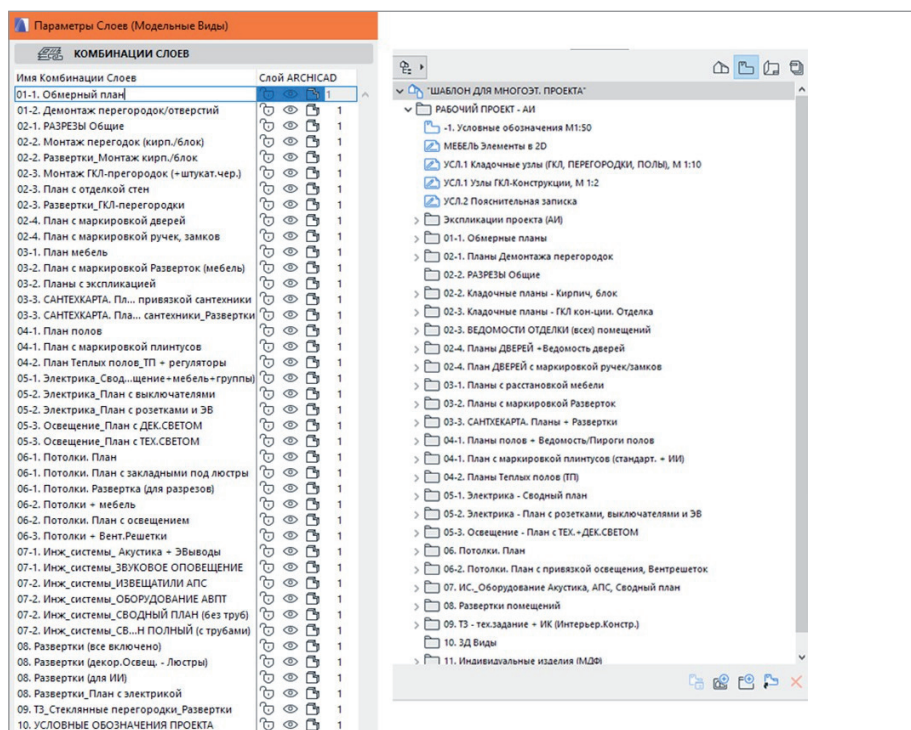

Рис. 13. Комбинация слоев в Параметрах Слоев (Модельных Видов) и папок Карты Видов
3. Названия папок связаны с названиями комбинаций слоев (рис. 13).